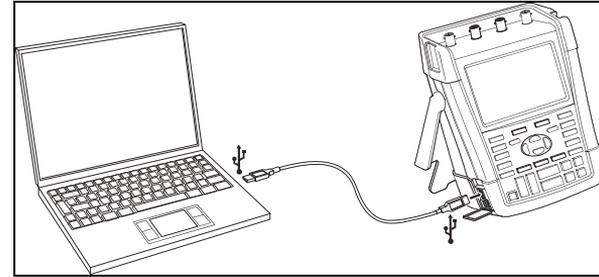

Figura 36. Conexión a un ordenador
- Use un cable de interfaz de tipo USB-A a mini-USB-B para conectar un ordenador al puerto mini USB del instrumento de medida (consulte la Figura 36).